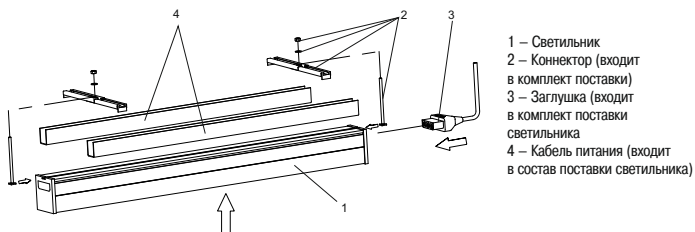

Рисунок 5 – Монтаж светильника на реечный потолок
4.4 Накладной монтаж на реечные потолки производить при помощи комплекта монтажного для реечного потолка арт. LT-LDCKD-KMRP-K47. Монтаж линейного светильника 1011 на реечный потолок производится аналогично монтажу магистрального светильника (рисунок 5).